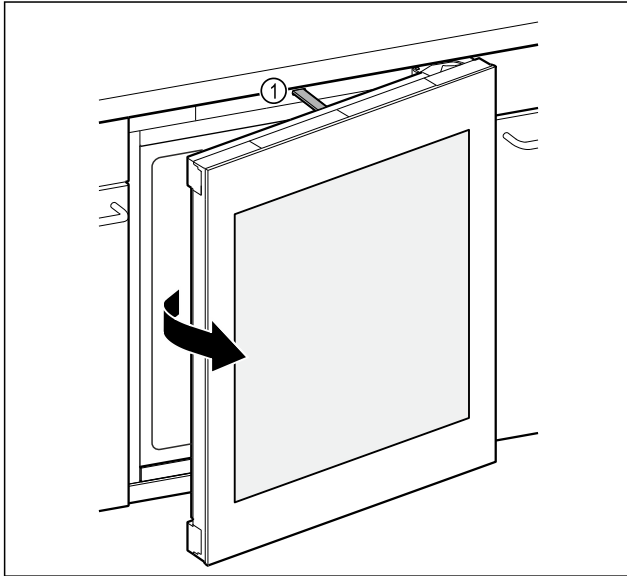

Fig. 92
- ▶ Толкатель Fig. 92 (1) откроет дверь прим. на 7 см.